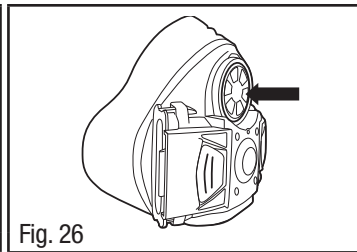

Fig. 26
3. Empurre o diafragma de voz para dentro para removê-lo (Fig. 26).